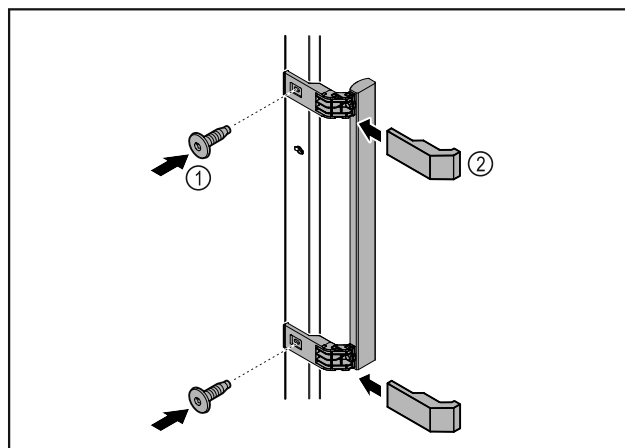

Fig. 6
- Meegeleverde greep met de meegeleverde schroeven Fig. 6 (1) op de deur aanbrengen.
- Afdekkplaatje Fig. 6 (2) plaatsen.